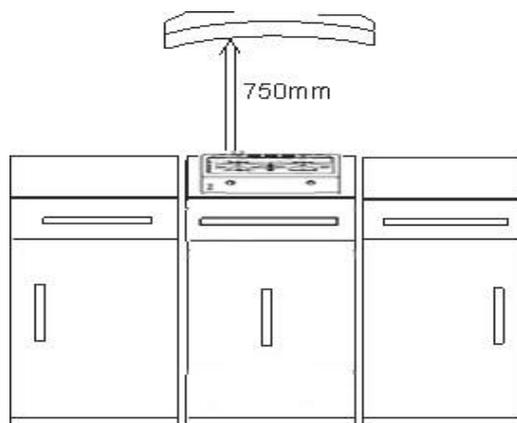

Рис.5
- ◆ Вытяжки устанавливаются согласно их инструкциям по эксплуатации, и на расстоянии не менее 600-650 мм (для электроплит) и 700-750 мм (для газовых плит) от рабочей поверхности газовой плиты (рис.5). Расстояние от боковых стенок плиты до стоящей мебели должно быть не менее 2 см (рис.5).